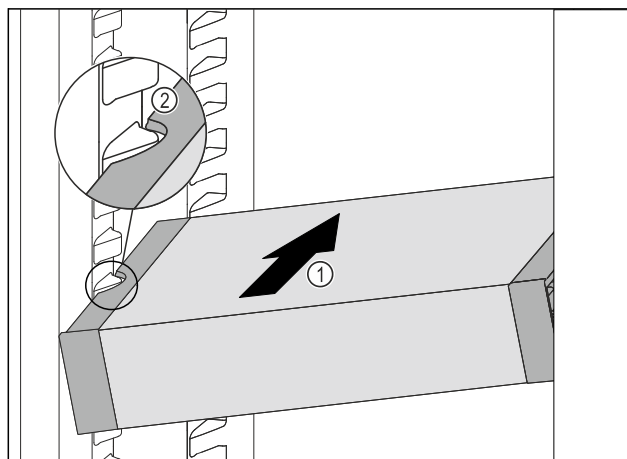

Fig. 198
- Futni pjerrtas VarioSafe në pjesën e ftohjes Fig. 198 (1), derisa foletë anësore Fig. 198 (2) të VarioSafe të jenë në lartësinë e brinjëve të kutisë në pjesën e ftohjes.